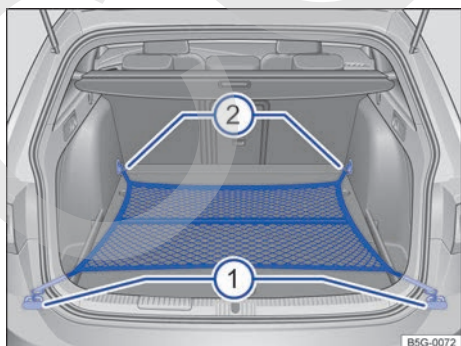

Fig. 105 En el maletero: bolsa de red enganchada a ras del piso.
- Dado el caso, levante las argollas de amarre delanteras \Rightarrow fig. 105 .